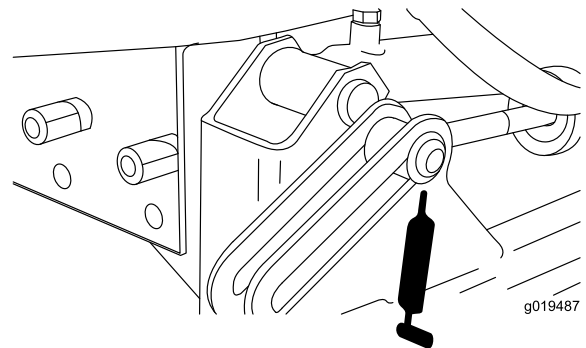
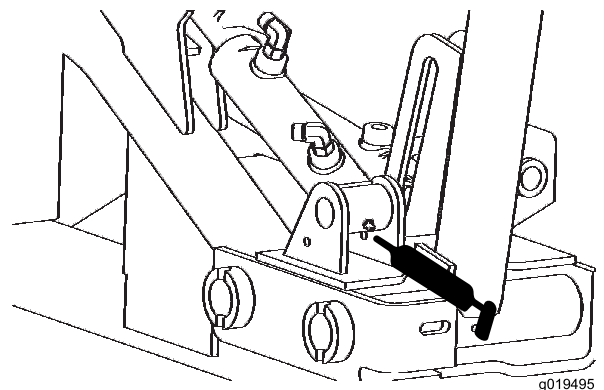

Figure 43
Figure 44
- Vérins de levage avant (3) (Figure 43 et Figure 44).